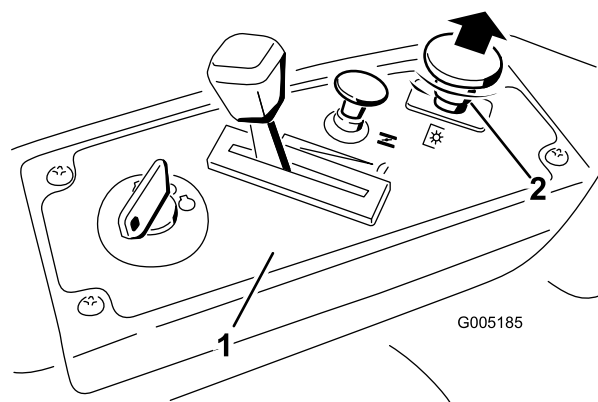

Figura 11
- Innestate le lame estraendo il relativo comando su On (Figura 11).